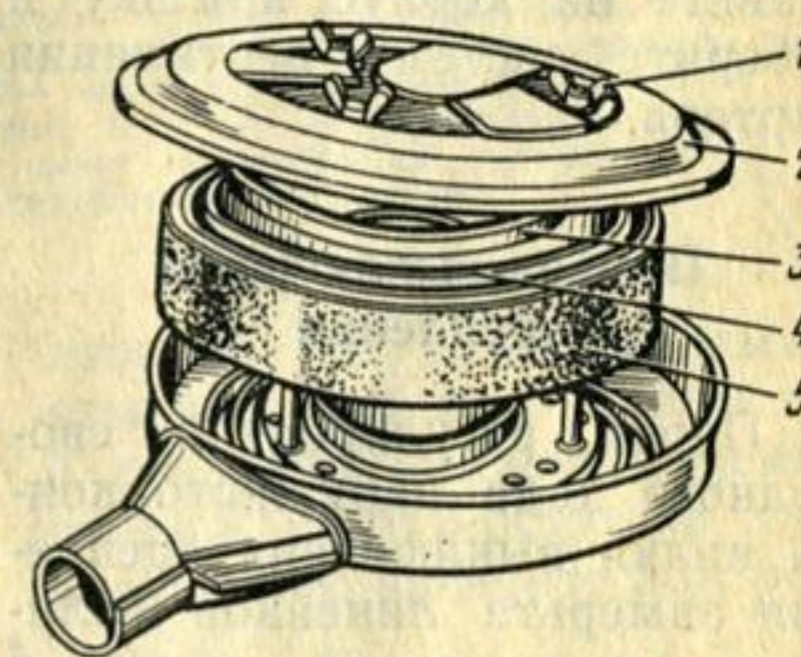

Рис. 53. Воздушный фильтр карбюратора:
1. Отверните три гайки-барашка 1 (рис. 53) и снимите крышку 2 корпуса фильтра.